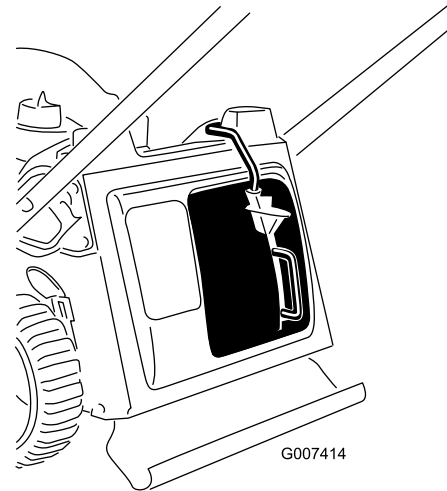

Figura 11
3. Togliete il pollice dal pulsante sulla leva e assicuratevi che la parte superiore della leva sia inserita completamente nella scanalatura (Figura 11). **Se la parte superiore della leva non è inserita nella scanalatura, il tosaerba non si avvia.**